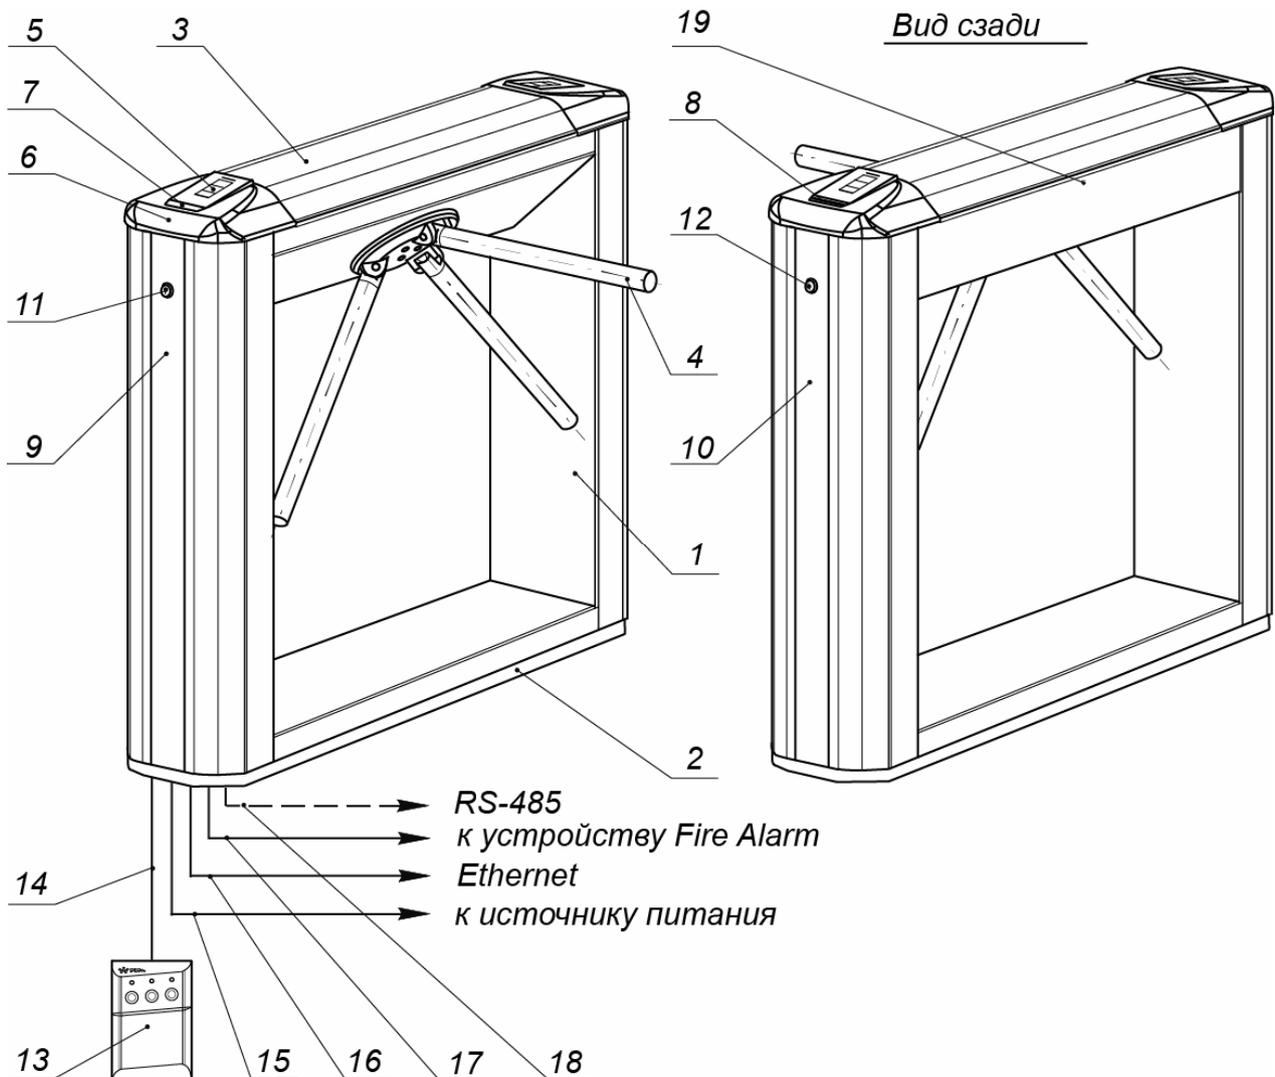

Рисунок 1. Устройство ЭП
Устройство ЭП показано на рис. 1. ЭП состоит из: стойки (1-3), встроенного контроллера ЭП, встроенного картоприемника (8) с контейнером (10), двух торцевых крышек со встроенными считывателями (6) и блоками индикации (5), а также трех преграждающих планок (4) и ПДУ (13).